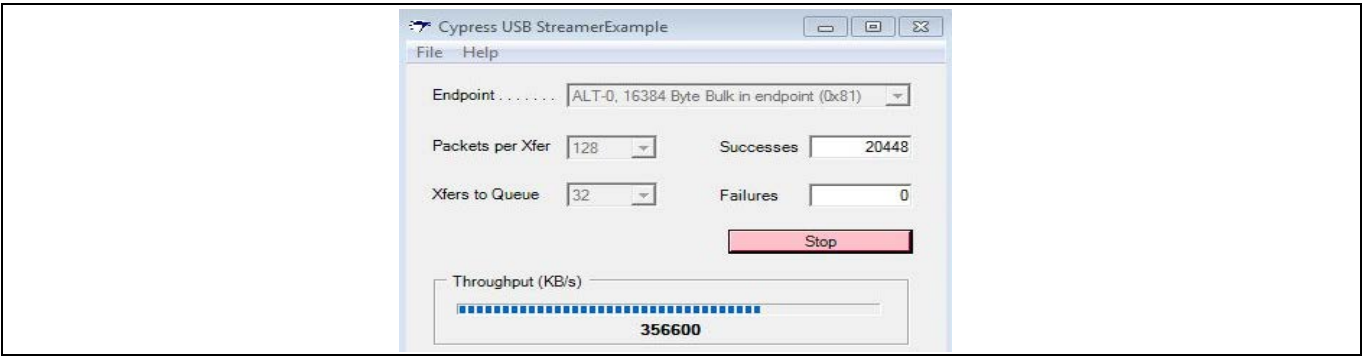

Figure 34 英飞凌 Streamer 工具中显示的串流 IN 性能
6. 在串流 IN 情况下，FPGA 正在等待 FLAGA 变为 1。当缓冲区可用时，FPGA 立即将数据连续写入到 EZ-USB™ FX3 的 PIB_SOCKET_0。您可从 USB 主机发送连续的 BULK IN 传输。在英飞凌 Streamer 工具中选择 BULK IN 端点，然后点击 **Start**。这时，将显示性能数值。**Figure 34** 中显示了在配有 Intel Z77 Express Chipset 的 Win7 64 位电脑上观察到的性能。